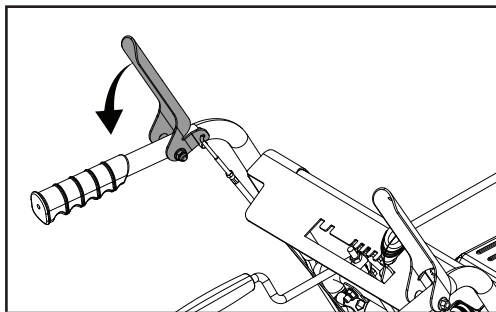

Figure 38
12. Appuyez sur la poignée de commande de la tarière pour vous assurer que la courroie est engagée correctement sur la poulie tendeur (figure 38). Sous la zone du couvercle à courroie, assurez-vous que la distance des deux côtés entre le guide et la poulie est la même.